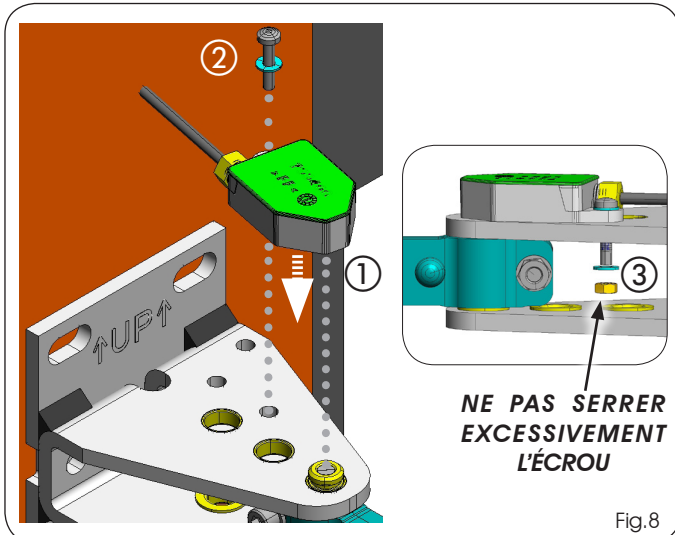

Fig.8
3. Monter l'encodeur sur la bride arrière, en veillant à ce qu'il soit correctement inséré sur le tourillon et le fixer avec la vis et l'écrou fournis. (Fig. 8 réf. ① ② ③).